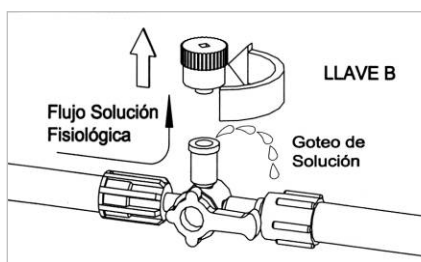
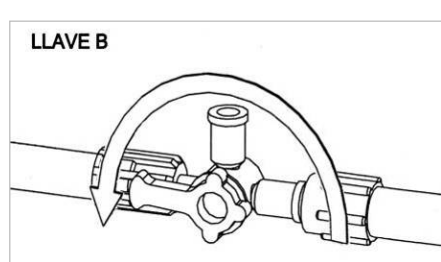
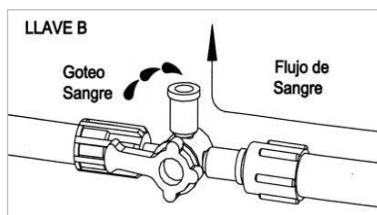
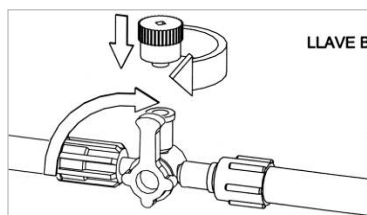

Figura 11-6 - Apertura de la tapa de la Llave "B"
Figura 11-7 - Giro de la Llave "B"
Figura 11-8 - Llenado de sangre, Llave "B"
Figura 11-9 - Giro de la Llave "B" y puesta de tapa
- 1 Quite la tapa de la Llave B (ver figura 11.6) para comenzar a llenar el Tubo de Extensión.
- 2 Cuando el Tubo de Extensión esté lleno de solución fisiológica, libre de burbujas de aire y la solución gotee por el extremo de la llave de 3 vías (ver figura 11.6); gire la Llave "B", como indica la figura 11.7, girándola 180°.
- 1 Estando la Llave "B" en la posición indicada en la figura 11.7 y cuando la línea a paciente esté llena de sangre, libre de burbujas de aire y la sangre gotee por el extremo de la llave de 3 vías; (ver figura 11.8) ponga la tapa y cierre la Llave "B", como indica la figura 11.9.